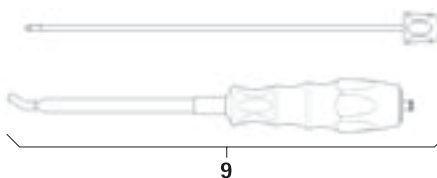

Fig. 4
- Desmontar o instrumento introdutor de barra 9, ver Fig. 4: desenroscar a parte interna.